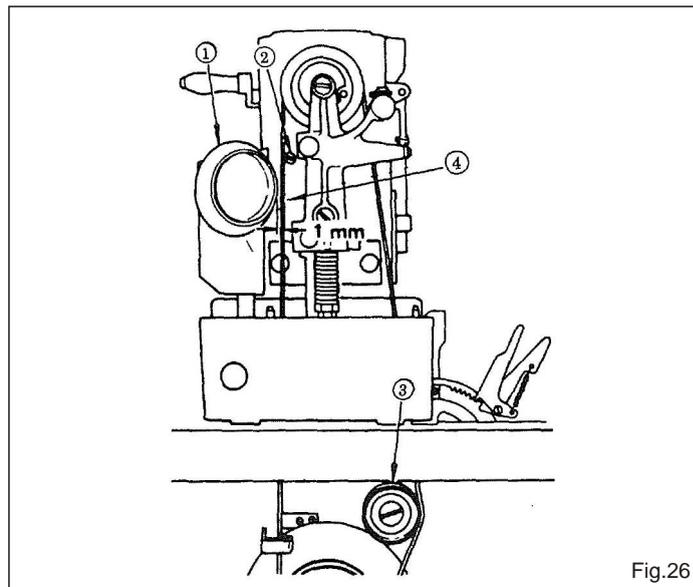

Fig.26
23. AJUSTE DO ENCHEDOR DA LINHA DA BOBINA (Fig. 26)